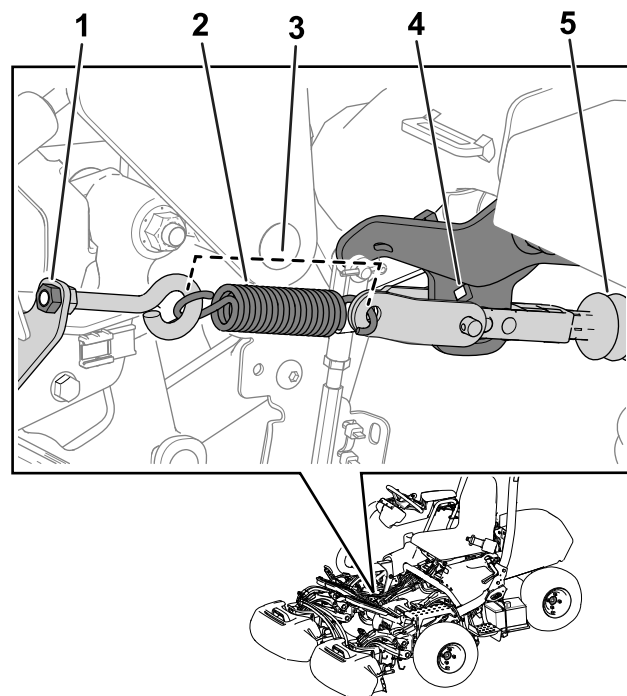

Figura 33
**Nota:** Consulte a Figura 33 para obter este procedimento.
3. Prepare para operação apertando a porca com olhal de forma a que o comprimento da mola seja de 11,4 cm quando instalada (Figura 33).